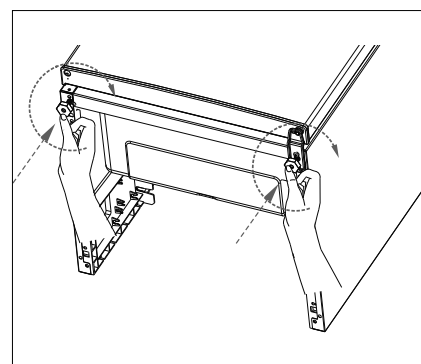

Fig. 13
- ▶ Tournez les deux pieds de l'appareil (7) dans le sens des aiguilles d'une montre (fig. 13).